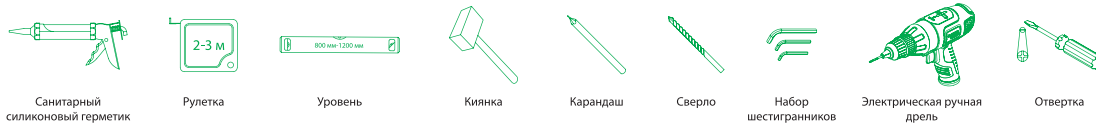

Рис. 2/2-сур.
1. **Необходимые инструменты:** санитарный силиконовый герметик, рулетка, уровень, киянка, карандаш, сверло, набор шестигранников, электрическая ручная дрель, отвертка (рис. 2).